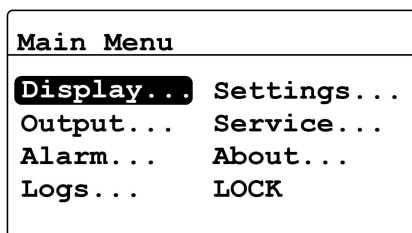

Figura 36: Menú principal
Después de desbloquear el menú (lo que se confirma con la ausencia del icono de candado en la esquina inferior derecha), presione **Cancelar** (X) para mostrar el menú **Main** (Principal) (vea la *Figura 36* a continuación). Use las teclas de flecha para seleccionar la opción de menú deseada y presione **Entrar** (checkmark) para acceder a la opción resaltada. Presione **Cancelar** (X) en el menú **Main** (Principal) para volver a la *pantalla de medición*.